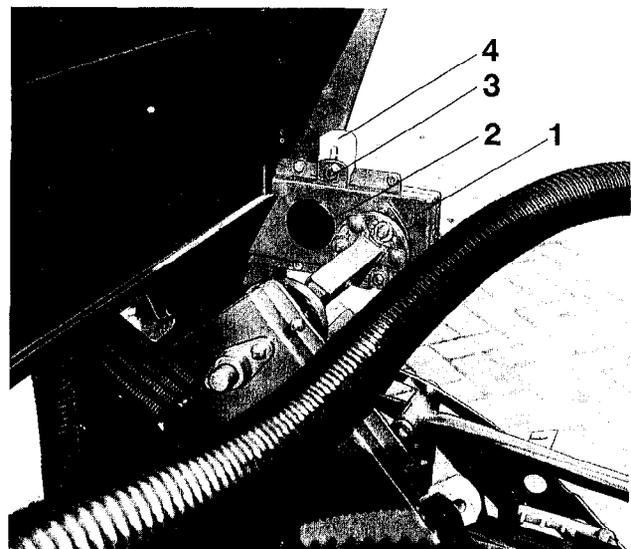

Fig. 79
6. **"Kettentrieb oben" (Fig. 79/1).** Schutzkappe (Fig. 79/2) entfernen, Kettenspannung kontrollieren. Zum Nachspannen der Kette Schraube (Fig. 79/3) am Spannklotz (Fig. 79/4) lösen und diesen herunterdrücken, bis die Kette die gewünschte Vorspannung erreicht. Anschließend Schraube wieder anziehen und Schutzkappe montieren.